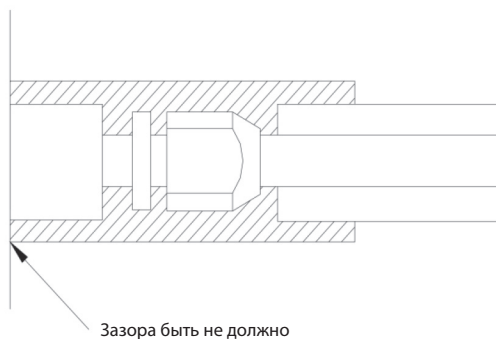

Рисунок 19
2. Соединения внутреннего блока необходимо обернуть изоляционным материалом. Газ не должен выделяться на соединениях внутреннего блока, как показано на рис. 19.